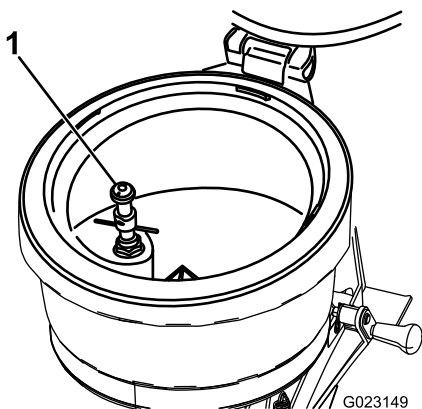

图 34
冲洗瓶图 34 位于清洁加药器药缸内。使用冲洗瓶去除装有化学品的容器瓶子内的化学残留物。冲洗瓶通过喷洒系统中的溶液加压。化学品容器瓶子使用从冲洗瓶注口排出的喷洒系统溶液进行冲洗。
- A. 将容器边缘放置在冲洗瓶上方向下按以打开阀门请参阅图 34 中的冲洗瓶 (页码 18)。